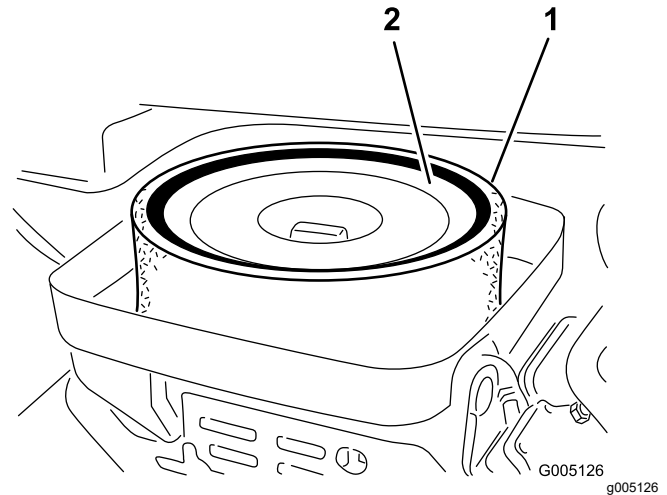

Figure 31
3. Retire la tuerca de orejeta que sujeta los elementos a la carcasa del limpiador de aire (Figure 31).
4. Si el elemento de espuma está sucio, sepárelo del elemento de papel (Figure 31). Límpielo a fondo, de la manera siguiente: